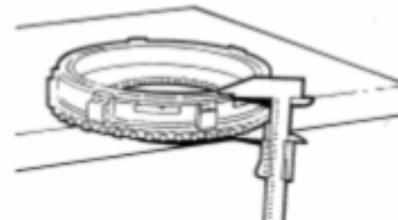

Fig. 12
- Comprobar que el cono queda plano en el aro de acoplamiento y medir desde el canto inferior del aro hasta el canto superior del cono. Fig. 12